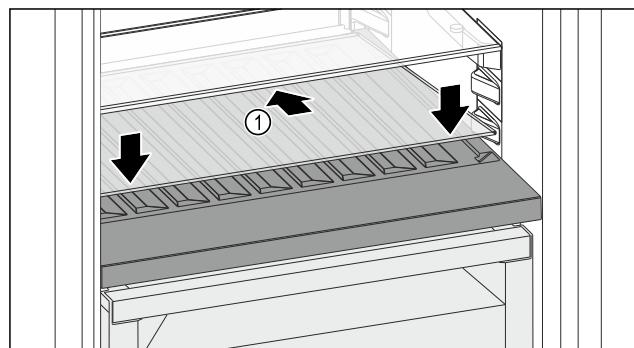

Fig. 118
- ▶ Steklene ploščo Fig. 118 (1) namestite postrani, nagnjeno spodaj nazaj.
- ▶ Steklene ploščo Fig. 118 (1) spustite spredaj.